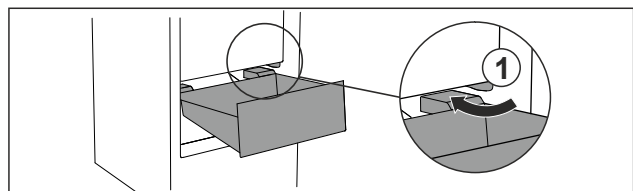

Fig. 78
- ▶ Predal speljite poševno okrog zaustavljalnikov Fig. 78 (1).